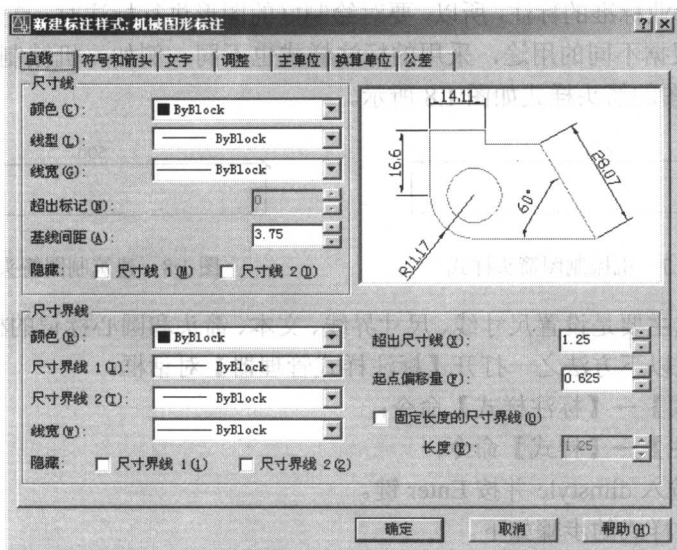

图 1.11 【新建标注样式：机械图形标注】对话框
(3) 单击【继续】按钮,打开【新建标注样式:机械图形标注】对话框,如图 1.11 所示。
(4) 选择该对话框中的【文字】选项卡,在【文字外观】选项区的【文字样式】下拉列表框中选择“工程字体”,将【文字高度】设置为 5,单击【确定】按钮,完成机械图形标注样式的设定。
(5) 重复步骤(2)~步骤(4),新建“直径标注样式”。在打开的【新建标注样式:直径标注样式】对话框中,选择【主单位】选项卡,在【前缀】文本框中输入“%%c”,单击【确定】按钮,完成直径标注样式的设定。
(6) 单击【标注样式管理器】对话框中的【关闭】按钮,就完成了以上标注样式的设置。